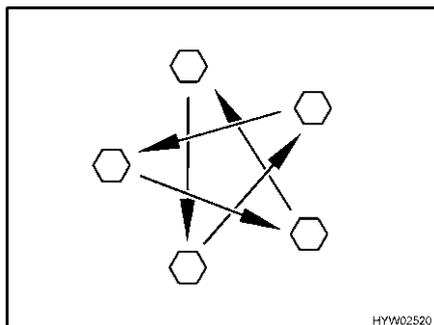

Fig. 195 Apretar las tuercas o los tornillos de las ruedas en forma de cruz
- Comprobar periódicamente que las tuercas o tornillos de las ruedas estén firmemente apretados. Volver a apretar las tuercas de rueda o los tornillos de rueda de una rueda cambiada después de 50 km (Fig. 195). Par de apriete, véase apartado 13.5.2.
- Al utilizar llantas nuevas o recién pintadas, reajustar además las tuercas de rueda o los tornillos de rueda después de aprox. 1000 a 5000 km (Fig. 195).
- ▷ Apretar en forma de cruz las tuercas o los tornillos de las ruedas (Fig. 195).